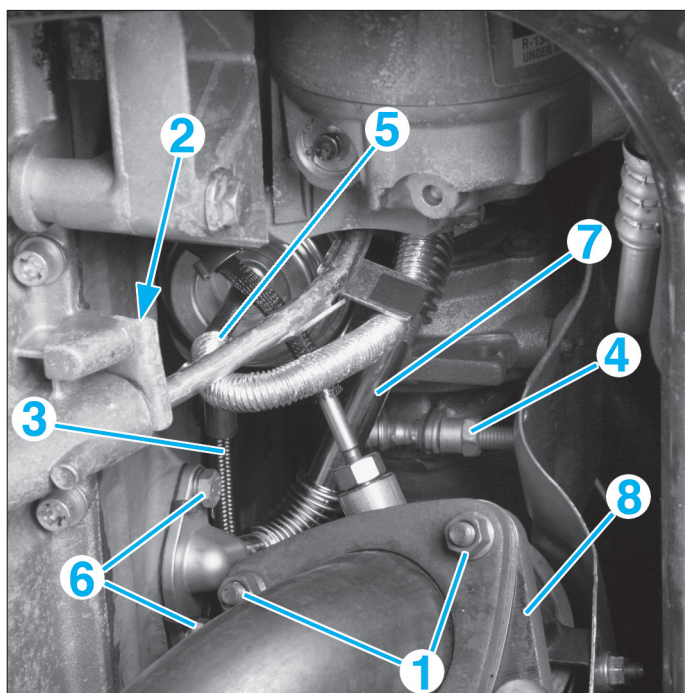

FIG. 21
- Débrancher la canalisation (3) d'alimentation d'huile du turbo (fig. 21).